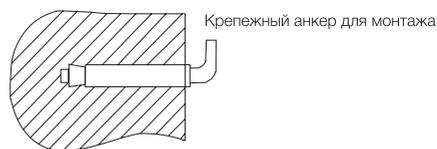

Рис. 2
2. После выбора места монтажа определите места под два крепежных болта с крюками (опция). Прорежьте в стене два отверстия необходимой глубины с помощью сверла размером, соответствующим размеру крепежных болтов, вставьте винты, поверните крюк вверх, плотно затяните гайки, а затем установите на него электрический водонагреватель (см. рис. 2).